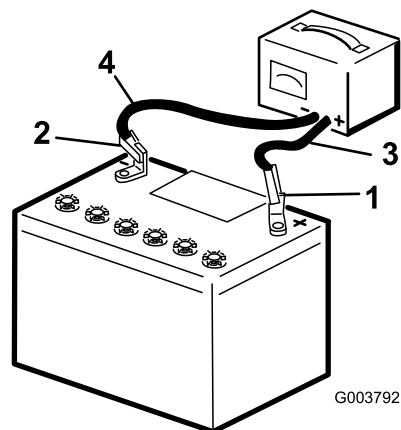

Bild 36
- Wenn die Batterie voll geladen ist, ziehen Sie den Stecker des Ladegeräts aus der Dose. Klemmen Sie dann die Klemmen des Ladegeräts von den Batteriepolen ab (Bild 36).
- Laden Sie die Batterie für 10-15 Minuten mit 25 A bis 30 A oder 30 Minuten lang mit 4 A bis 6 A (Bild 36). Überladen Sie die Batterie nicht.